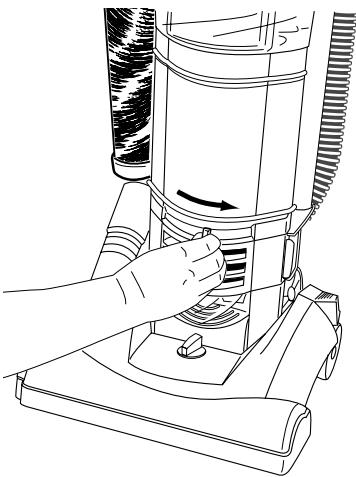

FIG. 13
Step 4: Reposition dust cup in cleaner body and secure by moving lever from left to right (FIG. 13).
Étape 4 : Repositionner le réceptacle à poussière sur l'aspirateur et le fixer en déplaçant le levier de gauche à droite (FIG. 13).
Paso 4: Reposicione el recipiente para polvo en el cuerpo de la aspiradora y sujetelo moviendo la palanca de izquierda a derecha (FIG. 13).